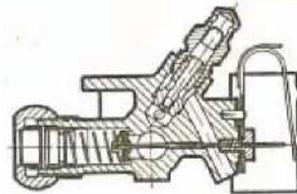
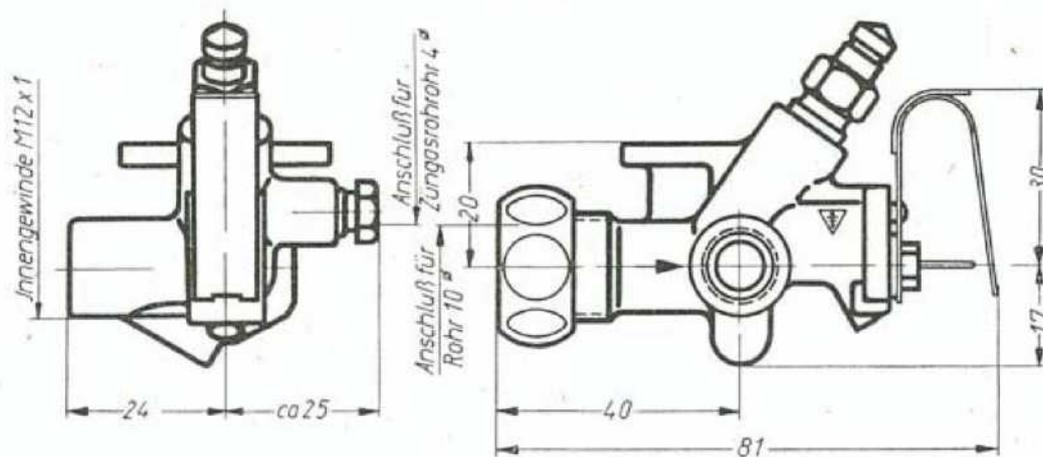

Abb. 16
Abb. 18
**Allgas-Züandsicherung** (Abb. 16, Maße Abb. 18)